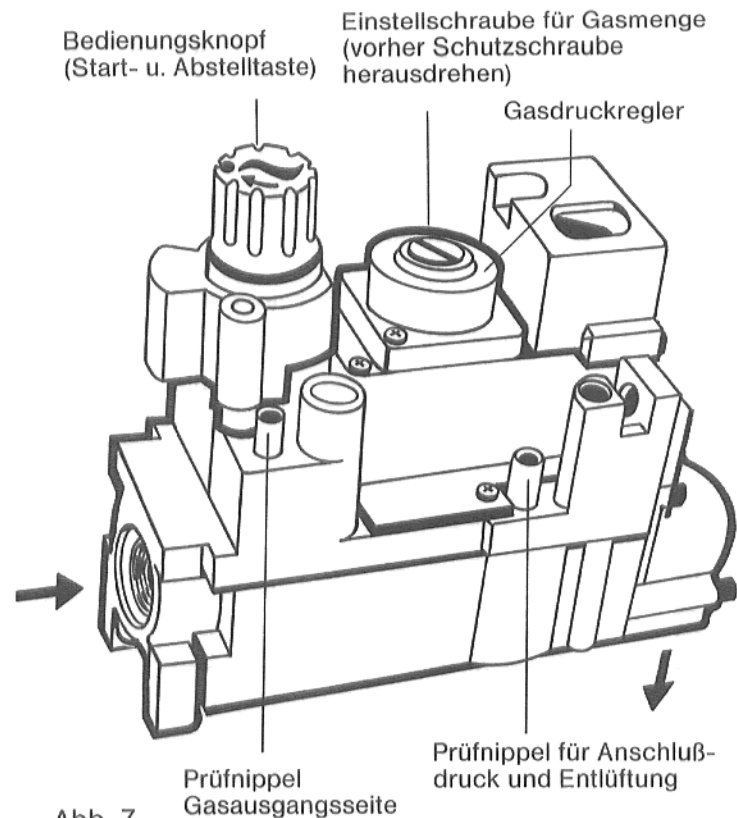
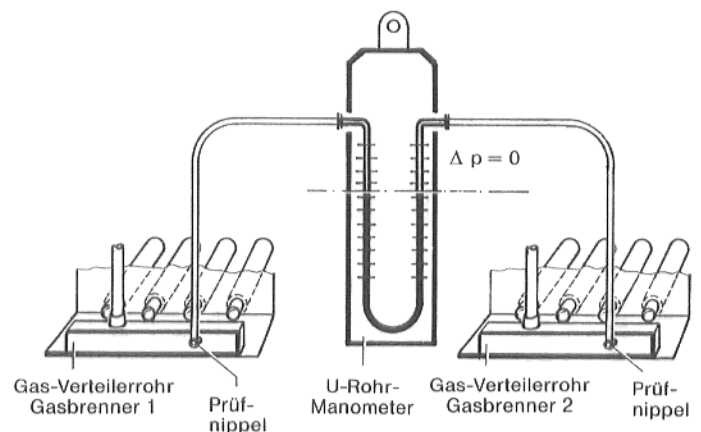

Abb. 7
Abb. 9
7.1.6 Bei Gasbrennerarmatur „Honeywell“ V4600 (Abb. 7)
Gasdruck entsprechend dem Wobbeindex aus der Gasdrucktabelle Seite 8 entnehmen und einstellen. Gemessen wird mit dem U-Rohr-Manometer am Prüfnippel des ersten Verteilerrohres (siehe Abb. 9). Bei abweichendem Gasdruck durch Drehen der Einstellschraube am Gasdruckregler der ersten Gasbrennerarmatur nach rechts oder links den angegebenen Düsendruck einstellen (Abb. 7 u. 8).
Die zweite Gasbrennerarmatur ist durch Drehen des Gasdruckreglers nach rechts oder links abzugleichen ($\Delta p = 0$, Abb. 9).
Bei der Einstellung ist darauf zu achten, daß bei Doppelbrennern die Gasdrücke in beiden Verteilerrohren gleich sind ($\Delta p = 0$, Abb. 9).
7.4.4 Bedienungsknopf im Uhrzeigersinn bis zum Anschlag drehen (Abb. 7).